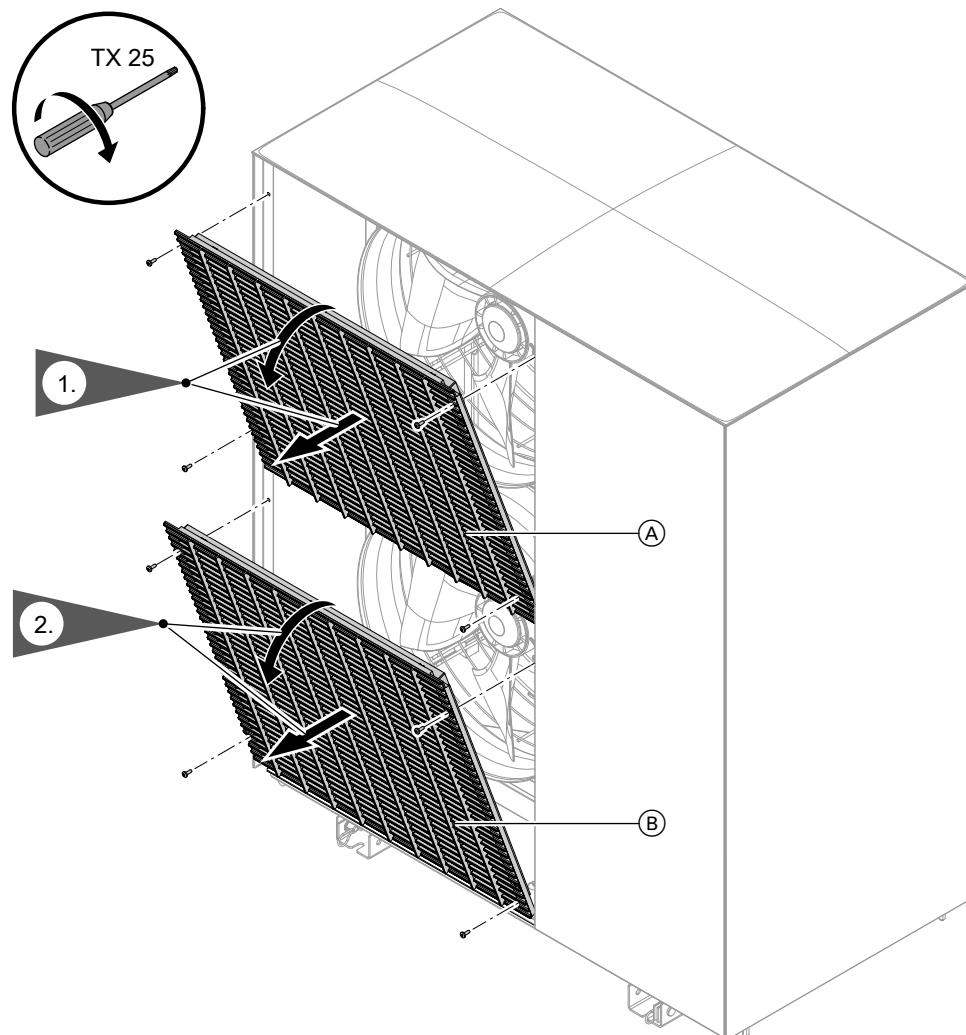

Fig. 101
2. Remove fan grille: See Fig. 101.
2. Remove fan grilles: See Fig. 101.